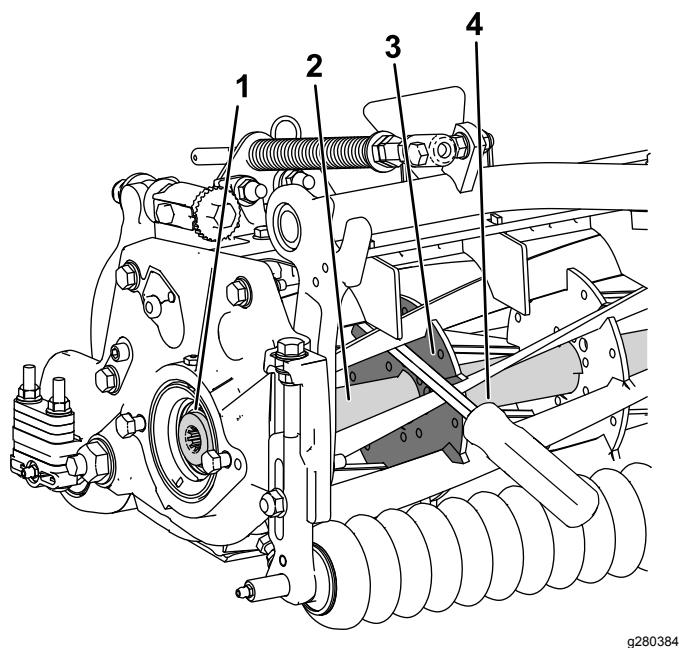

图27
1. 将一根长柄撬棍建议尺寸为 0.95cm x 30.48cm 带螺丝刀柄插入滚刀组前面最靠近需要扭转的滚刀组一侧图27。
2. 将撬棍靠着内部滚刀组加强板的焊接侧放置图27。